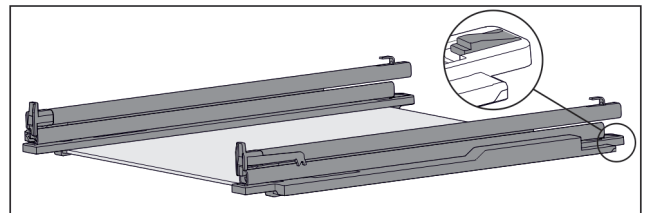

Fig. 109 Glasplaat met rails en vasthouddelen
- ▶ Vasthoudddeel achter omlaag duwen (zie Fig. 109) en tegelijk rails naar achteren schuiven.